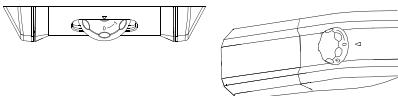

Fig.13
1) Draai de knop naar de stand „0“ (fig. 13)